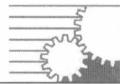

图 1.2 Mastercamx-Install Shield Wizard 对话框
(1) 将 Mastercam V10 软件安装光盘插入光驱，打开安装程序，屏幕显示如图 1.1 所示。打开 data→mastercamx 文件夹，双击 Setup 文件，自动出现安装界面(mastercamx-Install Shield Wizard 对话框)，如图 1.2 所示，在对话框中单击 Next 按钮。